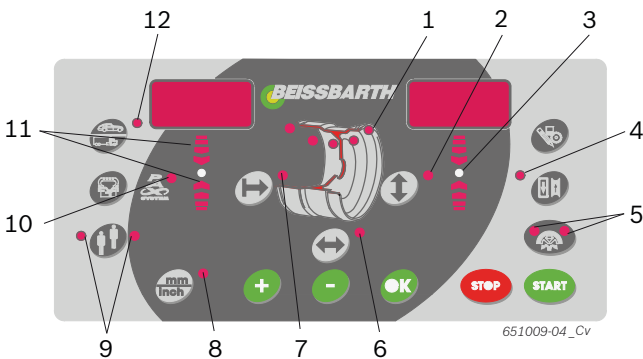

Fig. 4: LED's op het bedieningsveld/indicatieveld
- ➔ Met behulp van de LED's (fig. 4, pos. 1) worden de posities van de uitlijnniveaus voor elk uitlijnprogramma weergegeven.
i Indien een PAX-uitlijnprogramma geselecteerd is, brandt bovendien de LED Pax (fig. 4, pos. 10).
2. Bepaalde velgafstand met <-> of <+> -toets voor velgafstand (fig. 4, pos. 7) kiezen.
4. Bepaalde velgbreedte met <-> of <+> -toets voor de velgbreedte (Fig. 4, Pos. 6) kiezen.
6. De bepaalde veldiameter met <-> of <+> toets voor velgdiameter (fig. 4, pos. 2) selecteren.
- ⇒ Beide LED's van de <SPLIT>-toets (fig. 4, pos. 5) branden.